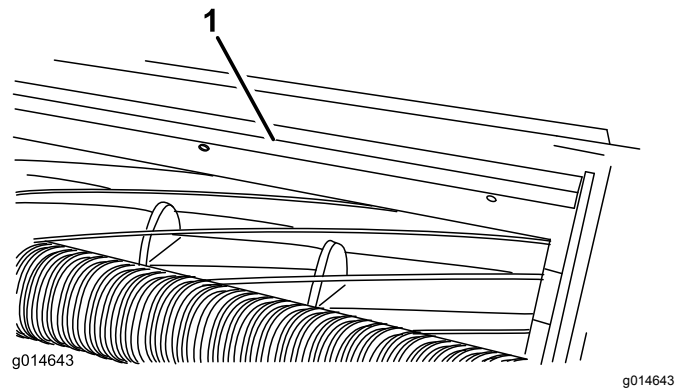

Figure 20
1. Desserrez les boulons qui fixent la barre supérieure (Figure 20) au plateau de coupe.